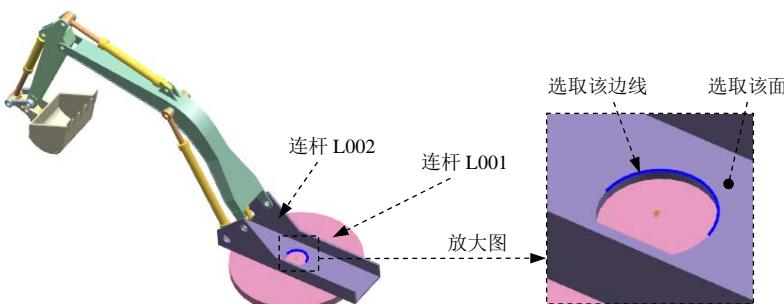

图 10.8.17 定义旋转副（一）
(1) 选择下拉菜单 **插入(S)** → **运动副(D)...** 命令，系统弹出“运动副”对话框。
(2) 定义运动副类型。在“运动副”对话框 **定义** 选项卡的 **类型** 下拉列表中选择 **旋转副** 选项。
(3) 选择连杆。选取图 10.8.17 示的连杆 L002。
(4) 定义原点及矢量。在“运动副”对话框的 **指定原点** 下拉列表中选取“圆弧中心” **◎** 选项，在模型中选取图 10.8.17 示的圆弧为定位原点参照；选取图 10.8.17 所示的面作为矢量参考面，方向向上。
(5) 添加啮合连杆。在“运动副”对话框的 **基本** 区域中选中 **啮合连杆** 复选框，单击 **选择连杆(O)**，选取图 10.8.17 所示的连杆 L001。
(6) 定义啮合连杆原点及矢量。在“运动副”对话框 **基本** 区域的 **指定原点** 下拉列表中选取“圆弧中心” **◎** 选项，在模型中选取图 10.8.17 所示的圆弧为定位原点参照；选取图 10.8.17 所示的面作为矢量参考面，方向向上。
(7) 定义驱动。在“运动副”对话框中单击 **驱动** 选项卡，在 **旋转** 下拉列表中选择 **函数** 选项；在 **函数数据类型** 下拉列表中选择 **位移** 选项；单击 **函数** 后的 **...** 按钮，选取 **函数管理器...** 选项，在弹出的“XY 函数管理器”对话框中单击 **公式=** 按钮，在弹出的“XY 函数编辑器” **公式=** 区域下的文本框中输入函数关系式“**STEP(x,10,0,13,150)+STEP(x,15,0,17,-150)**”，其余参数接受系统默认设置，单击两次 **确定** 按钮，完成驱动的定义。
(8) 单击 **应用** 按钮，完成第一个运动副的添加。